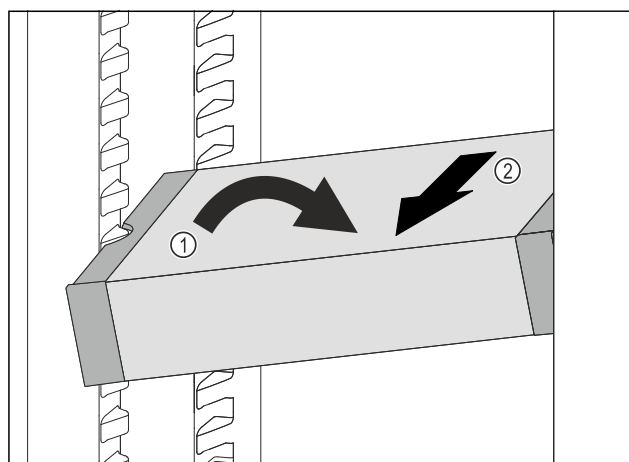

Fig. 104
- ▶ VarioSafe im Kühlteil schräg stellen. Fig. 104 (1)
- ▶ VarioSafe nach vorne entnehmen. Fig. 104 (2)